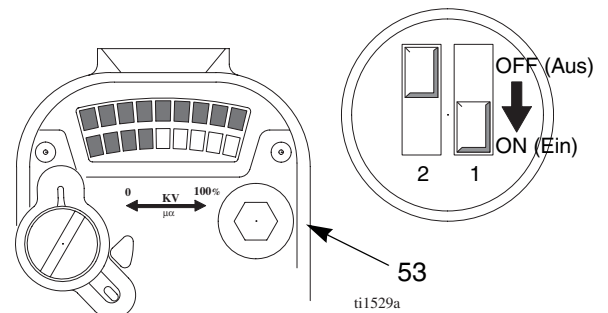

Abb. 15. Schalter für Niederspannungseinstellung
2. Den LO VOLTAGE-Stopfen (53) entfernen. Die gewünschte Spannung einstellen. Zu diesem Zweck die Schalter 1 und 2 mit einem kleinen Schraubendreher nach Tabelle 4 auf ON oder OFF stellen. Siehe auch ABB. 15.